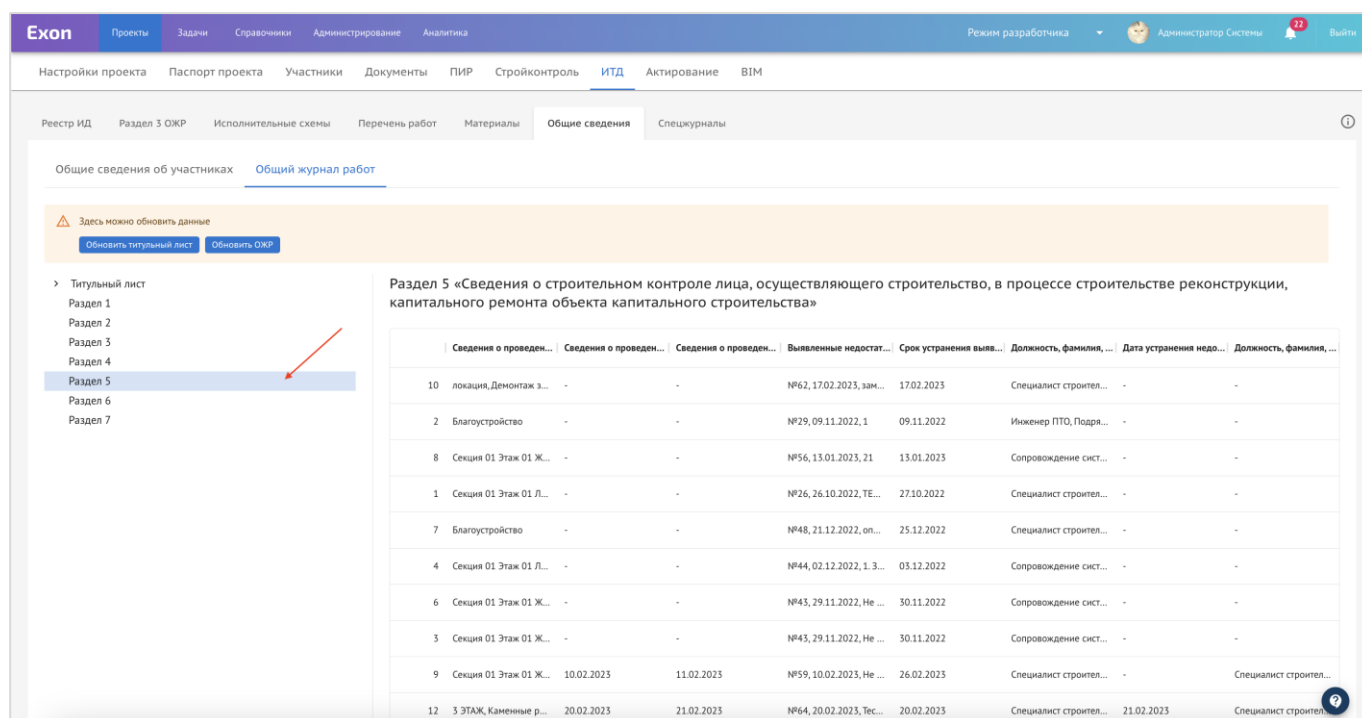

Рис. 22 – Раздел 5 ОЖР
13. **Раздел 5 ОЖР.** Данный раздел, также как и Раздел 4 ОЖР, синхронизируется со вкладкой Журналы модуля СК, и также формируется автоматически (см. Журналы) (рис. 22);